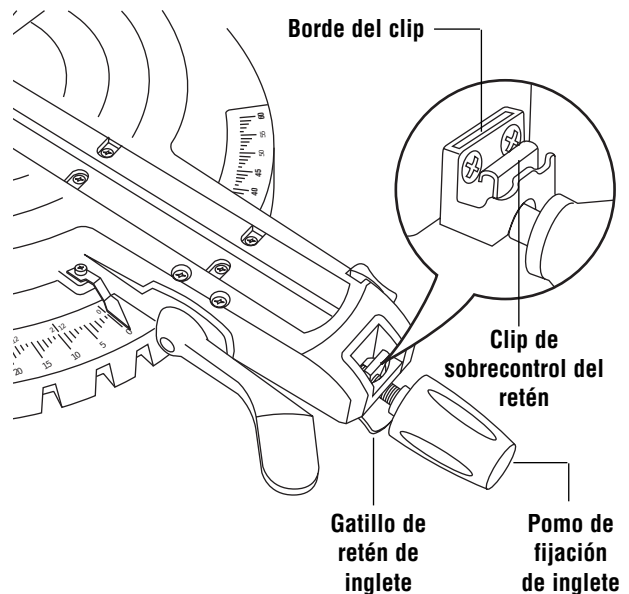

Figura 24. Sobrecontrol del retén
2. Empuje el clip de sobrecontrol del retén hacia adelante y acóplelo en su sitio sobre el borde. Suelte el gatillo del retén de inglete (Figura 24).